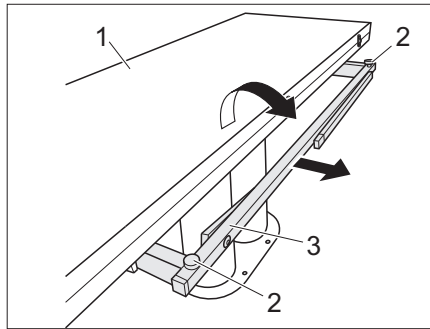

Bild 114 Tisch vergrößern
- Tischunterbau (Bild 114,3) herausziehen.
- Tischhälfte (Bild 114,1) ausklappen.
- Gewünschte Höhe der Tischplatte mit den zwei Einstellschrauben (Bild 114,2) einstellen.